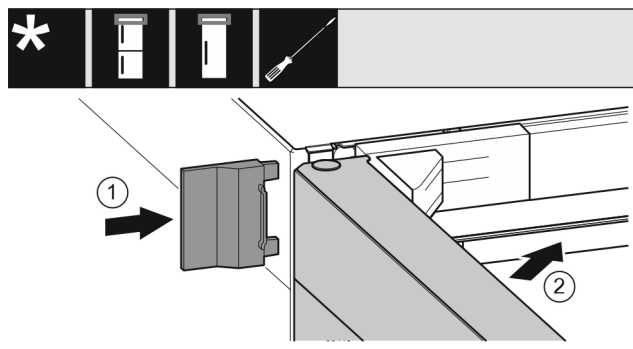

Fig. 26
- Natakните vanjski poklopac Fig. 26 (1).
- Zatvorite gornja vrata Fig. 26 (2).